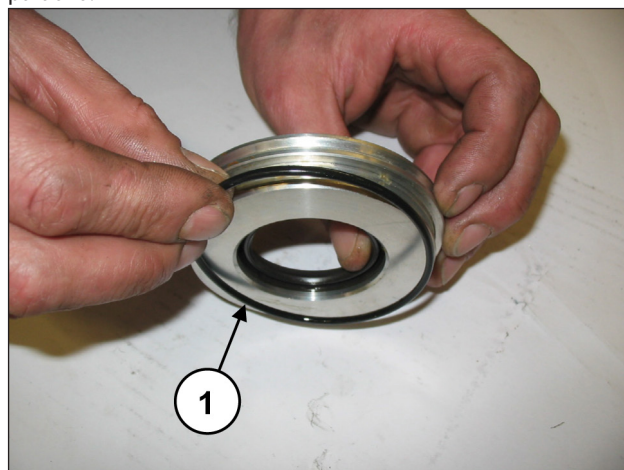

Fig. 94
Posizionare l'O-ring (pos. ①, Fig. 94) nella sede del coperchio paraolio.